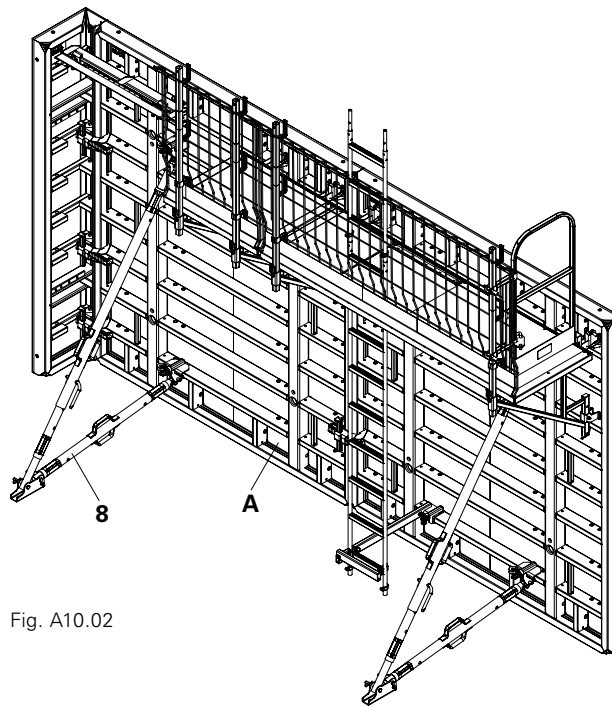

Fig. A10.02
Dans cet exemple, l'angle intérieur MXK est monté, comme coffrage de base, du côté droit (A) vers le côté gauche (B). (Fig. A10.02)